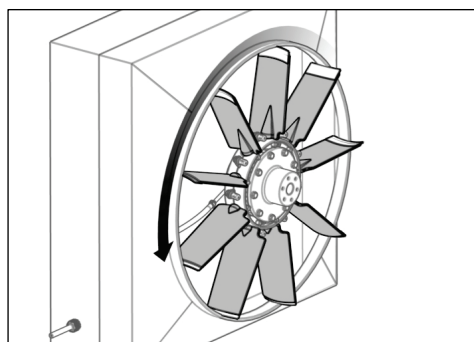

図 : 34
- 29)** ファンを手動で回転させます（図 : 34 参照）。